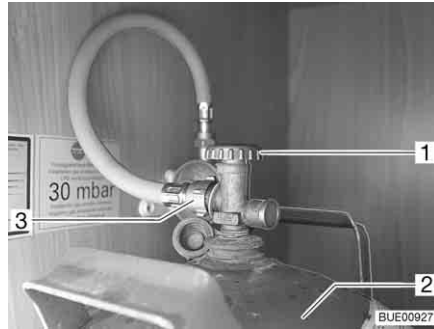

Fig. 118 Compartiment à gaz
- Fermer le robinet principal (Fig. 118,1) de la bouteille de gaz (Fig. 118,2). Observer le sens de la flèche.
- Dévisser à la main la lyre (Fig. 118,3) de la bouteille de gaz (filetage à gauche).